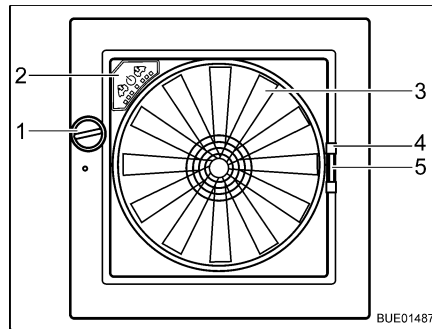

Fig. 86 Oblò Omni-Vent
- Apertura:** ■ Ruotare la manopola (Fig. 86,1), finché non si raggiunge l'angolo di apertura desiderato.
- Chiusura:** ■ Ruotare la manopola (Fig. 86,1), finché l'oblò non è completamente chiuso.
- Chiusura:** ■ Tirare la protezione contro gli insetti per la maniglia (Fig. 86,4) verso il lato opposto del telaio.
- Chiusura:** ■ Serrare la maniglia (Fig. 86,5) dell'oscurante.
Se l'oblò è aperto, l'abitacolo può essere ventilato e sfiatato con il ventilatore a 6 stadi (Fig. 86,3). Il ventilatore si controlla dal quadro di comando (Fig. 86,2).